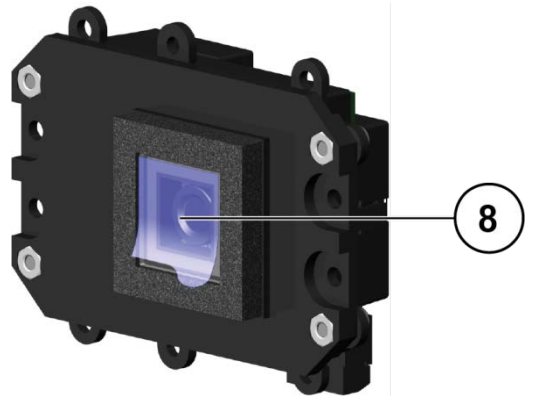

Abb. 10: Schutzfolie entfernen
- ▶ Kleben Sie die Kamera auf den Adapter auf (Abb.: 10).